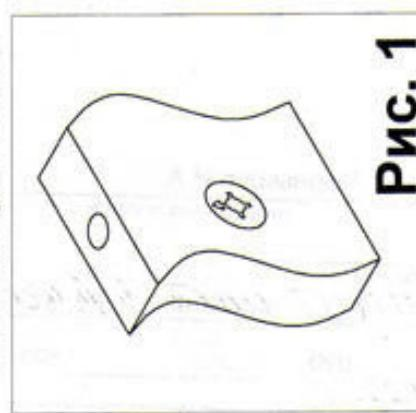

Рис. 1
1. Грибить подпятыники (10) к боковинам 1 и 2. Забить шканты (1) в детали 3, 4, 5. Вставить стяжки-растекс (3) в детали 1 и 2 (см. рис. 1). Соединить детали 3, 4, и 5 с боковинами 1 и 2. Фиксацию деталей произвести при помощи евровинтов (2).